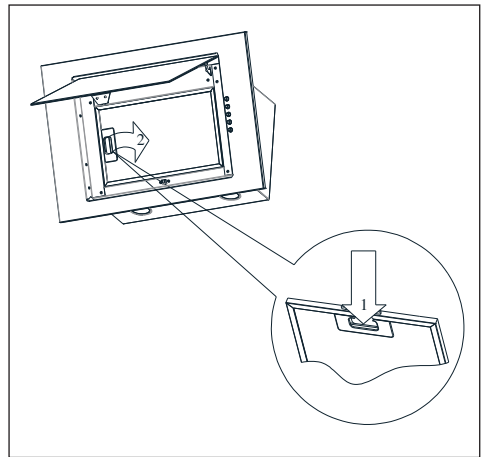

Abb. 7 Entfernen des Aluminiumfilters
4. Öffnen Sie die Haubenklappe und entfernen Sie den Fettfilter (Abb. 7).
Die Haube ist mit einem Aluminiumfilter ausgestattet, der die beim Kochen entstehenden Fettpartikel zurückhält. Um den Filter zu entfernen, bewegen Sie die Klammern in Pfeilrichtung (Abb.7). Der Filter sollte von Hand - und zwar durch Eintauchen ins Wasser mit Spülmittel für ca. 15 Minuten bei einer Temperatur von 40 - 50°C - gereinigt werden. Waschen und spülen Sie den Filter nach 15 Minuten gründlich. Vor dem Wiedereinsetzen muss der Filter vollständig trocken sein. Der Filter kann auch in der Geschirrspülmaschine gereinigt werden. Durch das Waschen kann sich die Filterfarbe ändern, was die Filtereigenschaften nicht beeinflusst.